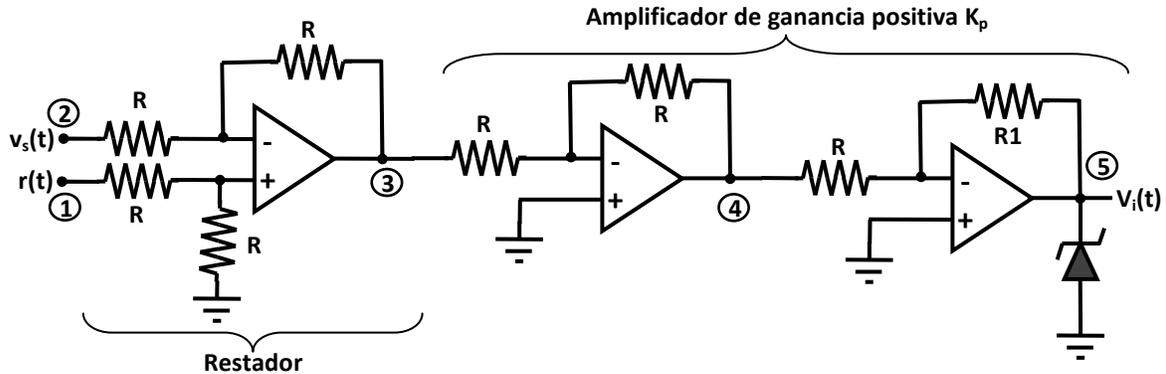

Figura 6.3.- Implementación del controlador proporcional mediante amplificadores operacionales
Para implementar el controlador proporcional podemos observar en la ecuación que lo define (6.2) que se puede implementar con un simple restador para generar  $e(t) = r(t) - v_s(t)$  y una ganancia positiva  $K_p$  los cuales se pueden implementar mediante amplificadores operacionales como se muestra en la figura 6.3
**PRERREQUISITOS:** Traer ya armado el circuito de la figura 6.3.
- 1) Implementar el controlador proporcional con amplificadores operacionales mostrado en la figura 6.3. Elegir  $R=10K\Omega$ , además elegir  $R_1=R$ . Para el amplificador operacional se puede usar el circuito LM324 o el TL074, o el TL084.
- 3) Antes de cerrar el lazo de control (antes de conectar la salida del amplificador operacional a la entrada  $v_i$  del módulo de control del motor) asegúrate de que el controlador proporcional funciona correctamente midiendo los voltajes en los puntos marcados del 1 al 5 en la figura 6.3 y llenando la siguiente tabla
- 5) Con el canal CH1 del osciloscopio se visualizará la entrada  $r(t)$  y con el canal CH2 se visualizarán alternativamente: la salida  $v_s(t)$  y la acción de control  $v_i(t)$  (punto 5 de la figura 6.3). Visualizando solo el primer medio ciclo de  $r(t)$  se obtendrá la información para llenar las primeras tres columnas de la siguiente tabla.
4. Explicar la obtención de la ecuación que relaciona  $v_i(t)$  con  $v_s(t)$  y  $r(t)$  en el circuito de la figura 6.3.